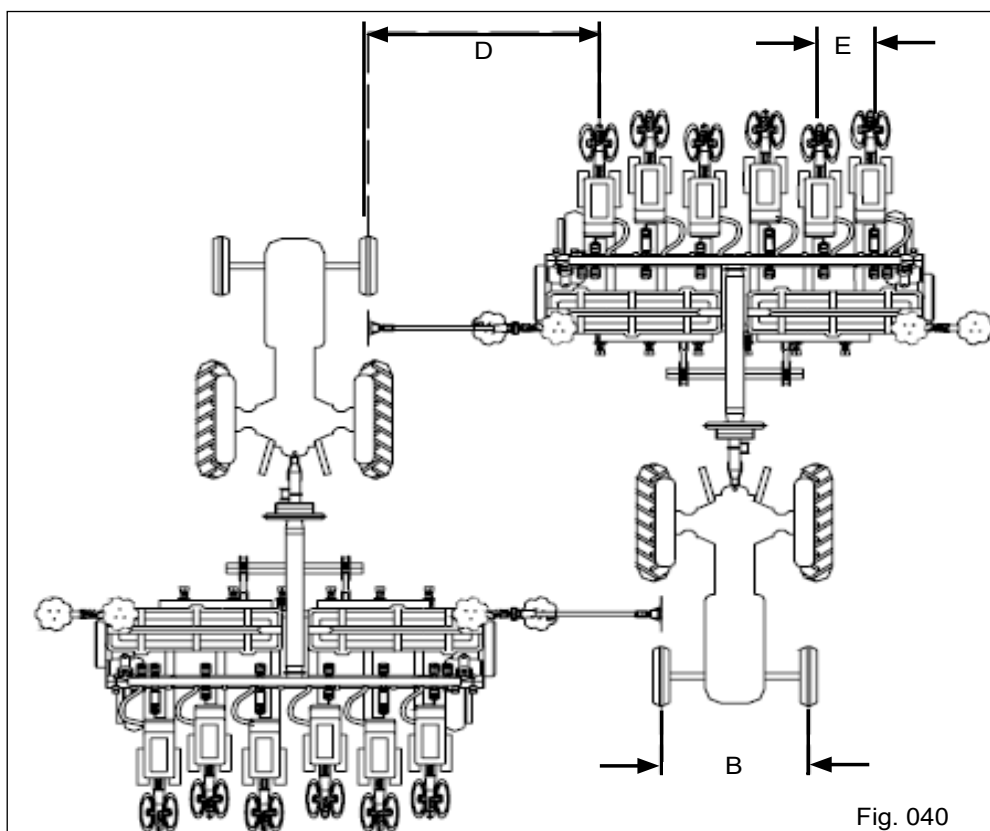

Fig. 040
Para realizar a regulagem do marcador de linhas, é importante manter a mesma medida da bitola dianteira e traseira do trator "B", bem como definir o espaçamento entre linhas de plantio "E". (Fig. 040).
- Para obter a medida "D", caminhe com a plantadora por alguns metros e meça a distância entre o centro do rastro do trator e o centro da primeira linha de semente (Fig. 040).
- Afrouxe as porcas do grampo de fixação da haste do marcador. Em seguida, desloque a haste até a posição "D" (Fig. 040) e fixe o grampo novamente.